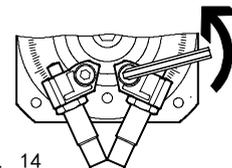

Fig. 14
4. 拧松缓冲器支架的固定螺钉 (Fig. 14)。要移动缓冲器支架，只需松开固定螺钉，直到缓冲器支架刚刚可动即可。